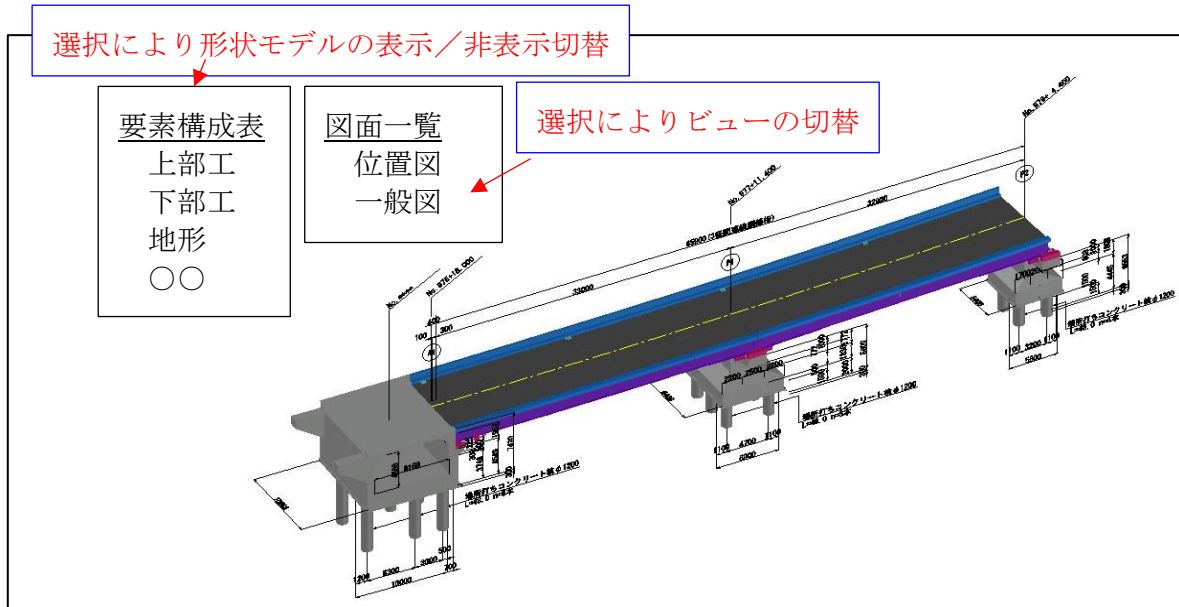

図 6-2 要素構成表及び図面一覧表の表示例
1. 形状モデルの表示・非表示の切り替えができるように、要素構成表を選択できることが望ましい（図 6-2 参照）。
3. モデル管理情報に設定された図面一覧を選択でき、平面図、断面図等の画面に切り替えできることが望ましい（図 6-2 参照）。